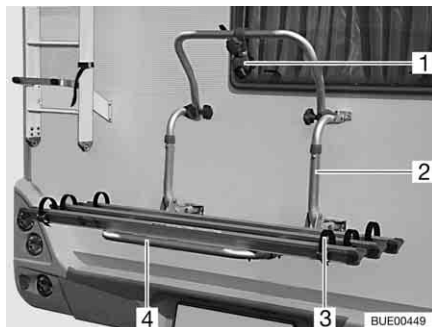

Bild 4 Cykelställ, ej nedsänkbar
Med cykelstället (Bild 4,2) kan 2 cyklar bekvämt transporteras. Det går att bygga ut det för 3 cyklar.
- Fäll ned teleskopbygeln (Bild 4,4).
- Sätt in cyklarna och fäst dem med snabbremmarna (Bild 4,3).
- Fäst distansdelen (Bild 4,1) på ramen på den yttre cykeln.